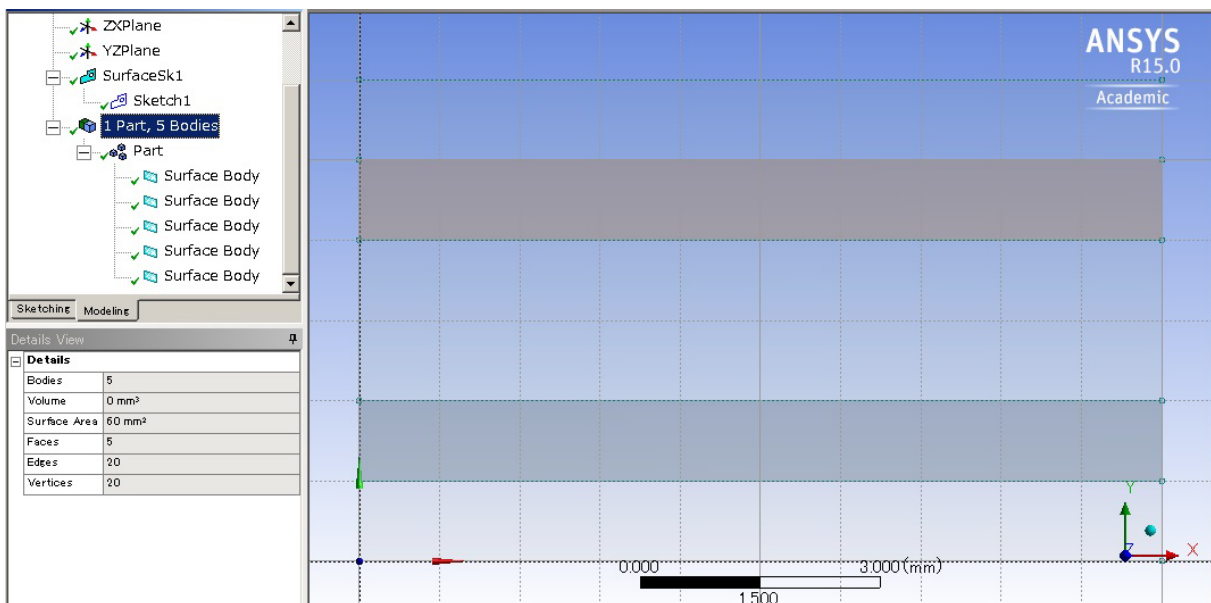

図 18 熱交換器形状描画終了時の画面
- ・ 以上で DesignModeler での作業は終了である。この時点で図 18 のようになっている。Workbench で **Save** しておく。